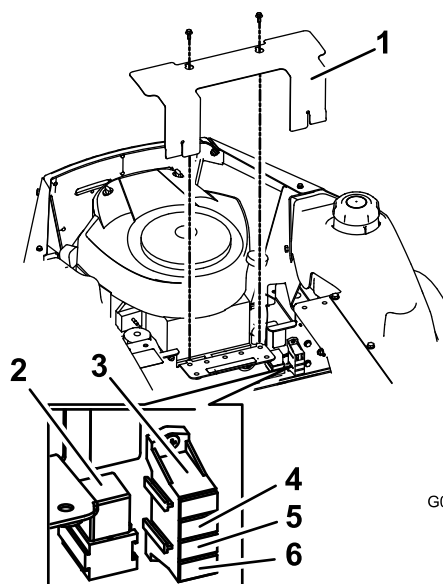

Figure 34
1. Soulevez le siège pour accéder au porte-fusibles (Figure 34).
2. Enlevez le couvercle comme montré à la Figure 34.